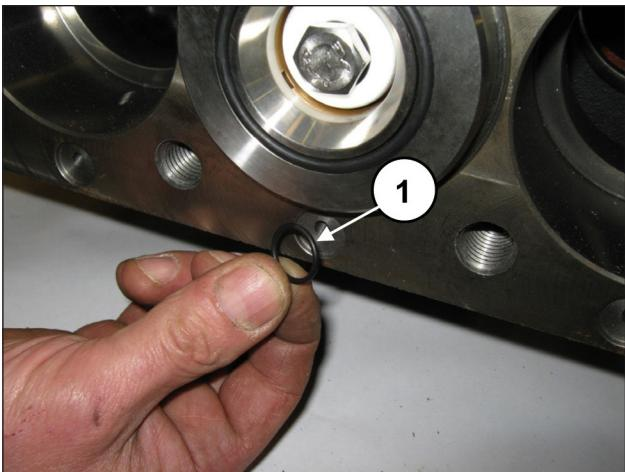

Рис. 130
Вставьте 6 фронтальных уплотнительных колец O-Ring картера насоса (поз. ①, Рис. 130).